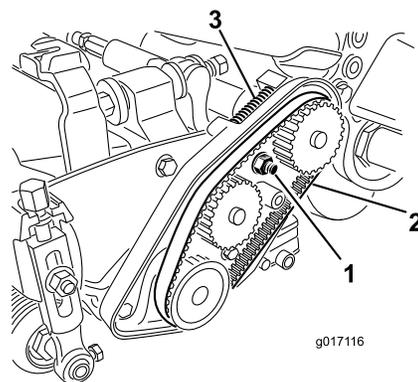

Рисунок 41
- A. Ослабьте гайку крепления корпуса подшипника (Рисунок 41).
- C. Удалите все загрязнения из внутренней части отсека ремня и вокруг пружины сжатия (Рисунок 41).